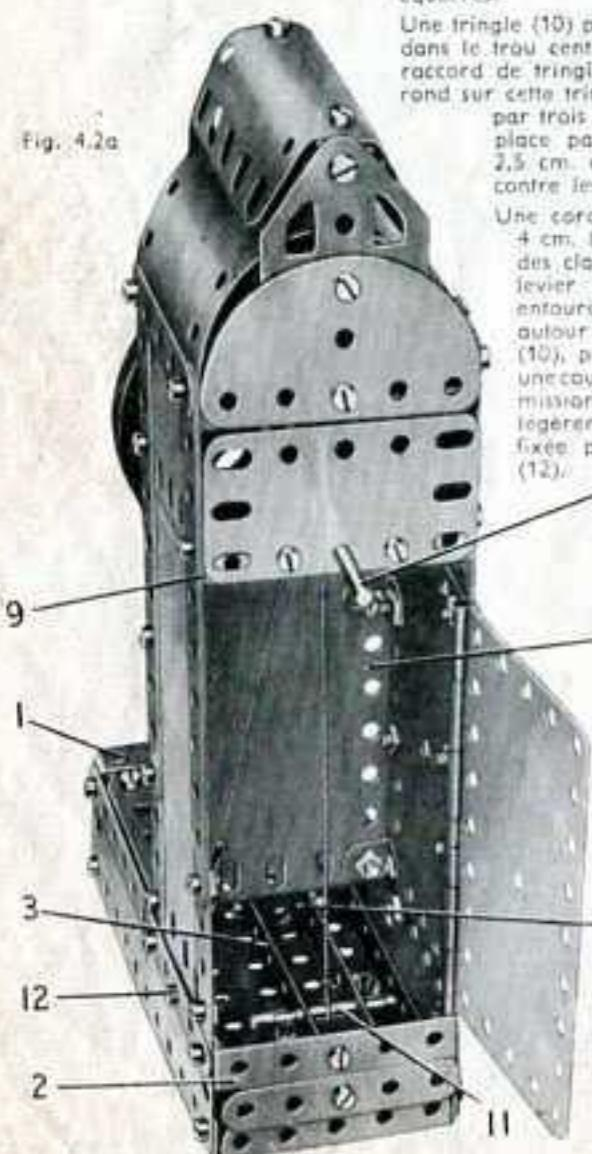

Fig. 4.3a
Le plancher de la caravane s'obtient en réunissant deux plaques secteur à rebords par une bande de 5 trous (1). Deux plaques flexibles triangulaires de 6×4 cm, (2) sont boulonnées sur chaque plaque secteur. Le côté du modèle qui apparaît sur la vue générale est constitué par une plaque flexible de 14×6 cm, et une de $11,5 \times 6$ cm, qui se recouvrent sur 7 trous, ainsi que par une plaque flexible de 6×4 cm. Les plaques sont boulonnées sur deux bandes de 11 trous, (3) qui se recouvrent sur trois trous. Le bord supérieur de ce côté est constitué par une bande de 11 trous (4) prolongée par une bande de 5 trous qui la recouvre sur trois trous; la bande ainsi obtenue est reliée aux plaques flexibles de chaque extrémité par une bande incurvée épaulée. Les châssis des fenêtres sont constitués par une bande de 5 trous (5), une bande coudée de 60×12 mm, (6), une plaque à rebords de 38×63 mm, (7) et une plaque semi-circulaire (8). Sur un côté de la porte, une rampe est formée d'une tringle de 5 cm, tenue dans des raccords de tringle et bande à angle droit. Le côté qui apparaît sur la figure 4.3a est constitué par les deux moitiés (9) d'une plaque à charnière boulonnée sur une plaque flexible de $11,5 \times 6$ cm, et sur deux bandes de 11 trous (10) qui se recouvrent sur trois trous. Les châssis des fenêtres sont constitués par une plaque semi-circulaire (11), une plaque flexible de 6×6 cm, (12) et une bande coudée de 60×12 mm, (13). Le rebord supérieur du toit est une bande (14) composée d'une bande de 11 trous et d'une de 5 trous qui se recouvrent sur trois trous; les extrémités sont des bandes incurvées épaulées. Les côtés sont réunis à chaque extrémité par une bande de 7 trous (15) fixée sur des équerres. Une extrémité consiste en une plaque flexible de 6×6 cm, et une de 6×4 cm, et l'autre en deux plaques flexibles de 6×6 cm. Les fenêtres des extrémités incurvées sont formées par des bandes cintrées à glissières boulonnées sur les plaques flexibles; chaque bande cintrée est prolongée par une bande de 5 trous boulonnée sur une bande de 11 trous (16). Les bandes (16) sont fixées aux côtés par des équerres renversées tenues par les boulons (17). Le montant central de la fenêtre incurvée est une bande de 5 trous à une extrémité et une bande coudée de 60×12 mm, à l'autre. Le toit consiste en deux plaques cintrées à glissières par des supports plats. La partie centrale du toit est une plaque à rebords de 14×6 cm, qui est boulonnée sur les rebords des équerres renversées tenues par les boulons (17). La carrosserie est fixée sur les plaques secteur à rebords par une équerre et un support double comme le montre la figure 4.3a. Le dispositif de remorquage est une chaîne munie d'une tringle de 5 cm, qui sert également de support à une des extrémités de la caravane. À l'autre extrémité, le support est une tringle de 2,5 cm, tenue dans un raccord de tringle et bande boulonné par contre-écrous sur l'une des plaques secteur à rebords.